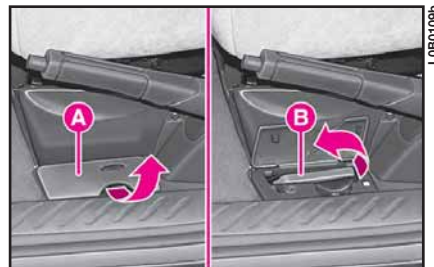

fig. 151
– sollevare il coperchio di protezione **A** (fig. 151) posto sul fianco del sedile lato guidatore;